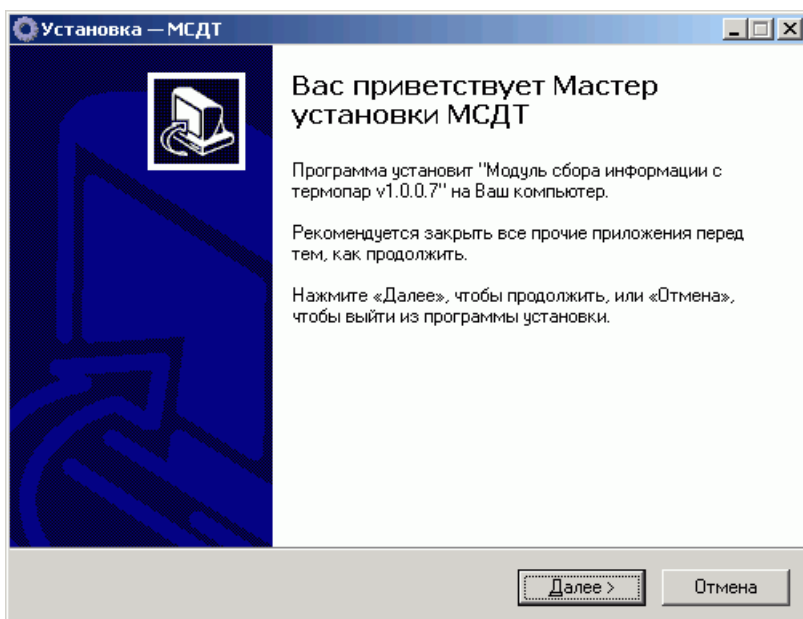

Рисунок 3.4. Установка программы МСДТ.
3.1.5. Установить на компьютер программу МСДТ (файл ”\setup MSDT v1-0-0-7.exe ”). (См. рис.3.4).